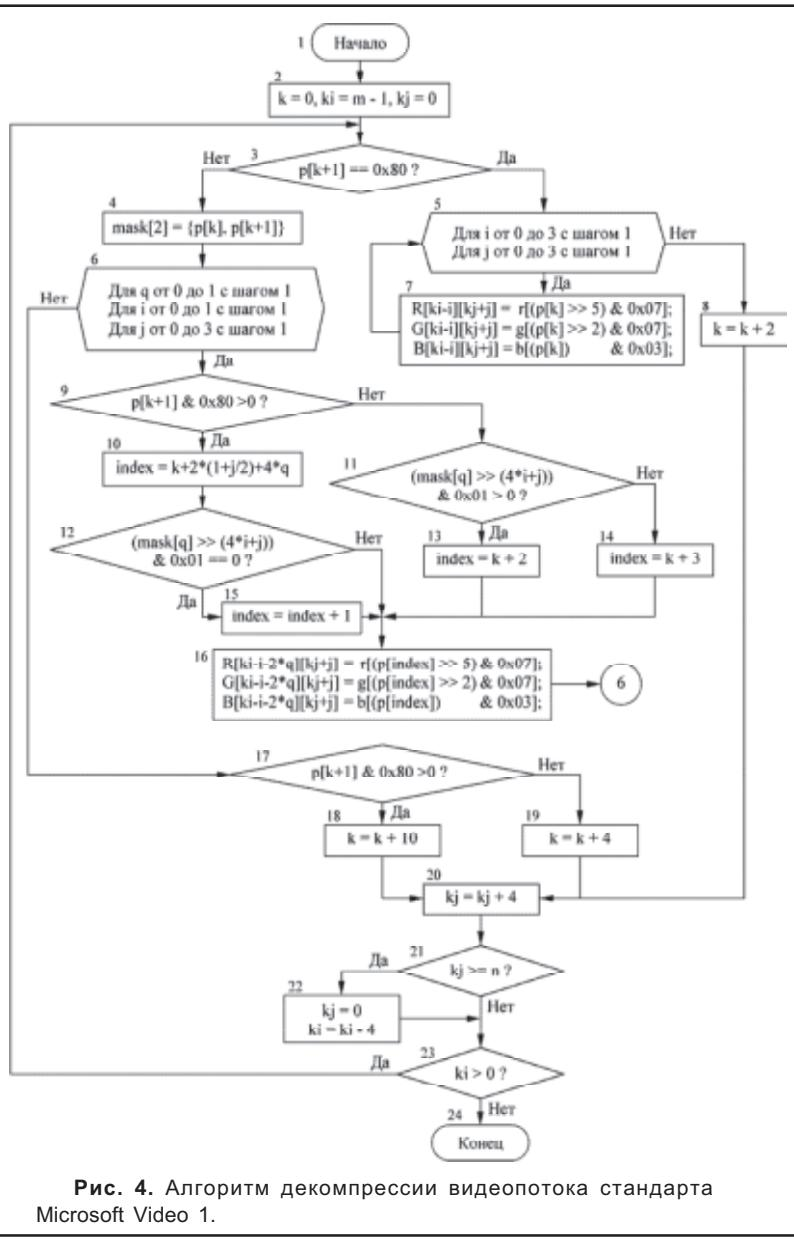

Рис. 4. Алгоритм декомпрессии видеопотока стандарта Microsoft Video 1.
Алгоритм декомпрессии потока видеоданных стандарта Microsoft Video 1 представляется рис.4, где R[], G[], B[] – это двухмерные матрицы, попиксельно определяющие соответственно красный, зеленый и синий компоненты результирующего цвета, а / – бинарная операция целочисленного деления.
Итак, Microsoft Video 1 проводит последовательное сжатие каждого кадра. Сжатие производится блоками размером 4x4 пикселя, поэтому параметры i и j блока № 5 одного из циклов алгоритма рис. 4 меняются от 0 до 3. Движение компрессируемых блоков внутри кадра проводится слева направо, снизу вверх. В случаях, когда блок имеет тонкую цветовую структуру, он разбивается на четыре подблока размером 2x2 пикселя. В алгоритме рис. 4.9 – это номер подблока по вертикали, а Qq \* Qi \* Qj = 16, где Qq, Qi, Qj – количество вариаций соответственно индексов q, i, j цикла, начинаящегося с блока № 6.
Ранее было отмечено, что в качестве компрессора выбиралась среда MathCad 2001. Анализ стандарта Microsoft Video 1 для современного MathCad 11 (2003) приводит к выводу отсутствия строгого соответствия между определенными битами цветового байта и компонентами цвета таблицы цветов, расположенной в avi-файле, начиная с адреса 0x0D4 и заканчивая адресом 0x4D4 для 256 цветных кадров. Т.е. в случае компрессора MathCad 11 выражения (1) и (2) являются неверными, а значение p[index] блока № 16 и p[k] блока № 7 алгоритма рис. 4 задают индекс цвета в таблице цветов.